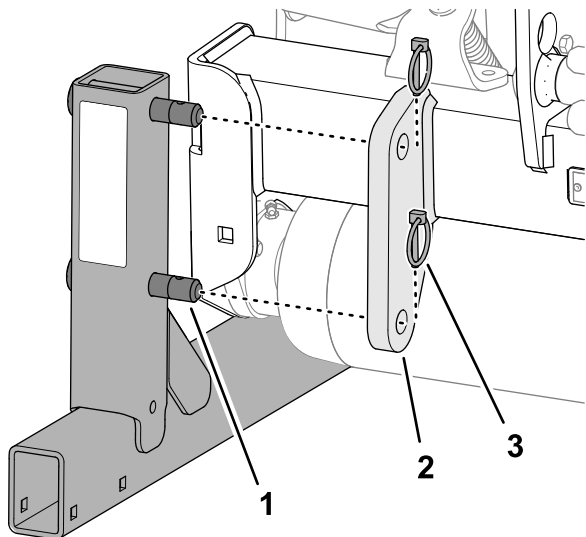

Рисунок 44
1. Вставьте палец подставки для хранения в отверстия кронштейна подставки в раме сцепки (Рисунок 44).
2. Прикрепите палец подставки для хранения к кронштейну подставки с помощью 2 шплинтов с кольцами (Рисунок 44).